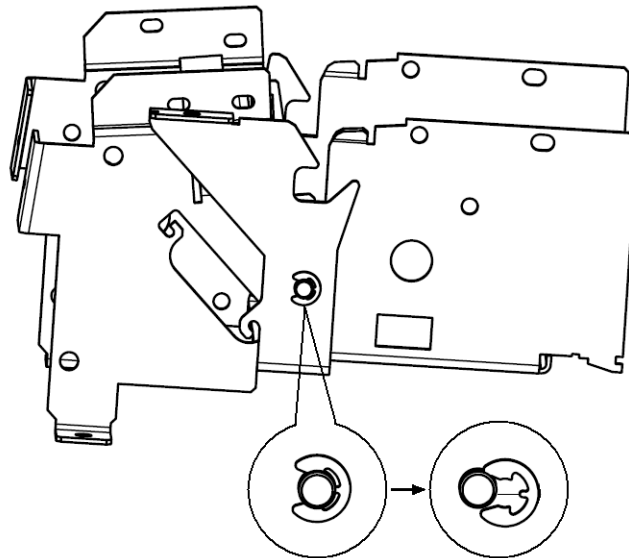

Рис.16 Снятие стопорной шайбы
3. Снимите стопорную шайбу (см. Рис. 16).